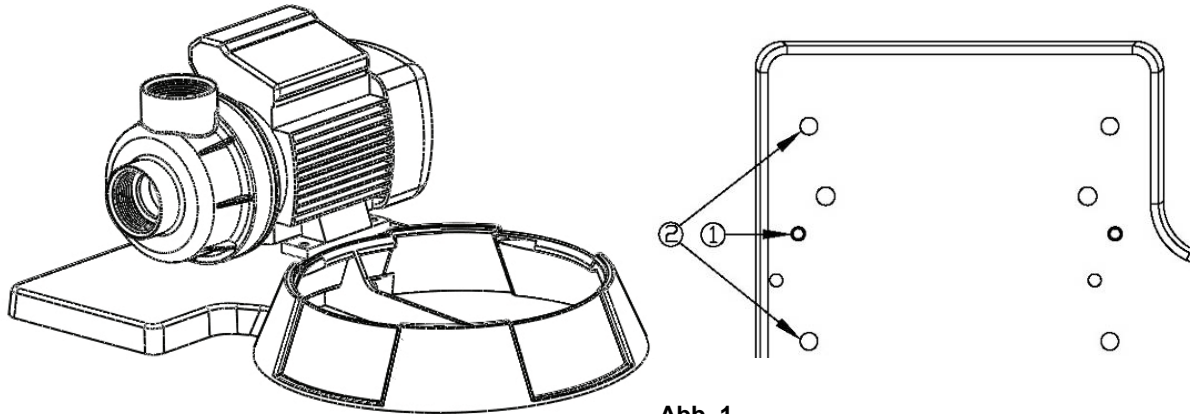

Abb. 1
1. Befestigen Sie die Pumpe neben dem Sandfilter mit den gelieferten Schrauben. (Abb. 1) Befestigung kann zwischen den verschiedenen Modellen variieren.